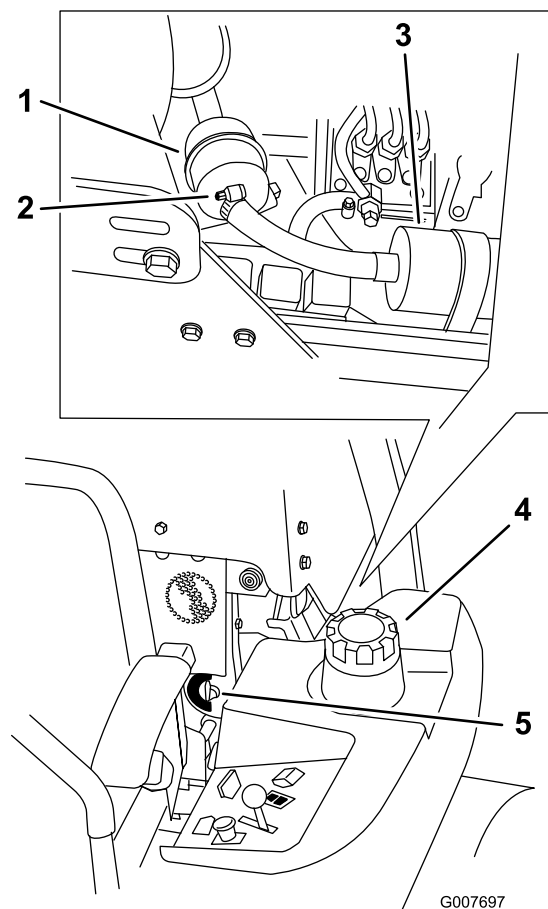

Figure 44
4. Fermez le robinet d'arrivée de carburant(Figure 44).
5. Desserrez les deux colliers de flexibles et débranchez les conduites d'alimentation du filtre à carburant (Figure 44).
6. Remplacez le filtre. Branchez les conduites d'alimentation au filtre à carburant et montez les deux collier de flexibles (Figure 44).